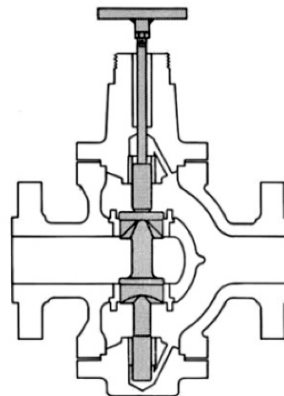

Figura 5
- H. Inserire due o tre pezzi di premistoppa (17) nella scatola del premistoppa per favorire la guida dello stelo e dell'otturatore durante l'operazione di lappatura.
- I. Avvitare un'asta forata e maschiata con manico a "T" sullo stelo di accoppiamento e fissarla con un dado di bloccaggio. (Vedere la Figura 5).